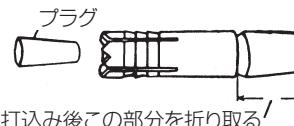

図 10
- (1) 自穿孔アンカー(図10)をアンカーアダプタに取付けます。